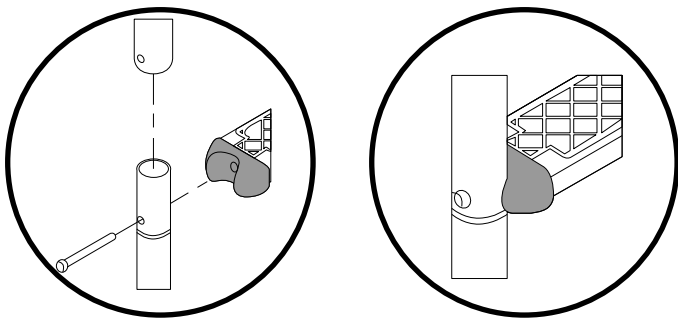

Fig. 19/Abb. 19/Afb. 19
- FR** A.- Assembler les rampes supérieure (1) et inférieure (10) en les introduisant l'une dans l'autre et les fixer aux marches (9) et celles-ci à l'aide des vis (11), des écrous (8) et des rondelles (7) correspondantes. (Fig.19)
B.- Monter les butées (12) de la rampe, pour éviter que l'escalier puisse abîmer la piscine.